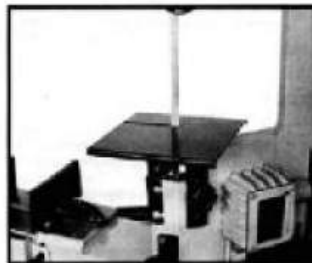

Fig.2
4. Guíe la hoja a través de la ranura en la mesa y fjela con Dos tornillos. Ver Fig.2.